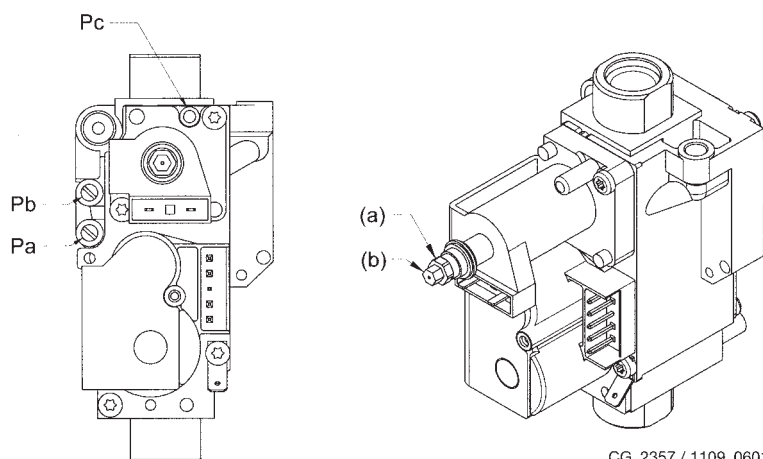

Figura 10
- collegare la presa di pressione positiva di un manometro differenziale, possibilmente ad acqua, alla presa di pressione (**Pb**) della valvola del gas (Figura 10). Collegare, solo per i modelli a camera stagna, la presa negativa dello stesso manometro ad un apposito "**T**" che permetta di collegare insieme la presa di compensazione della caldaia, la presa di compensazione della valvola del gas (**Pc**) ed il manometro stesso. (Una pari misura può essere effettuata collegando il manometro alla presa di pressione (**Pb**) e senza il pannello frontale della camera stagna); Una misura della pressione ai bruciatori effettuata con metodi diversi da quelli descritti potrebbe risultare falsata in quanto non terrebbe conto della depressione creata dal ventilatore nella camera stagna.
- verificare che la pressione dinamica di alimentazione della caldaia, misurata alla presa di pressione (**Pa**) della valvola del gas (Figura 10) sia quella corretta (37 mbar per il gas propano o 20 mbar per il gas naturale).